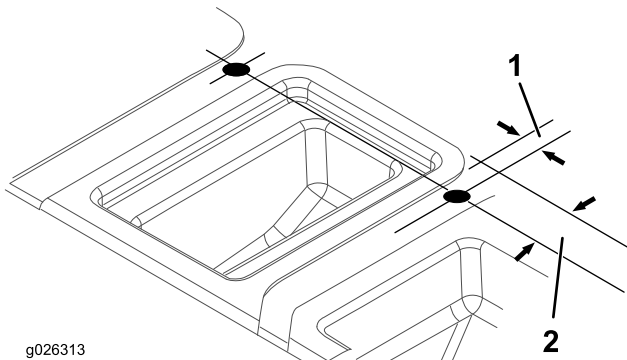

Figure 9
- En vous aidant des dimensions indiquées à la Figure 9, localisez, repérez et percez 2 trous au sommet du carénage de siège.